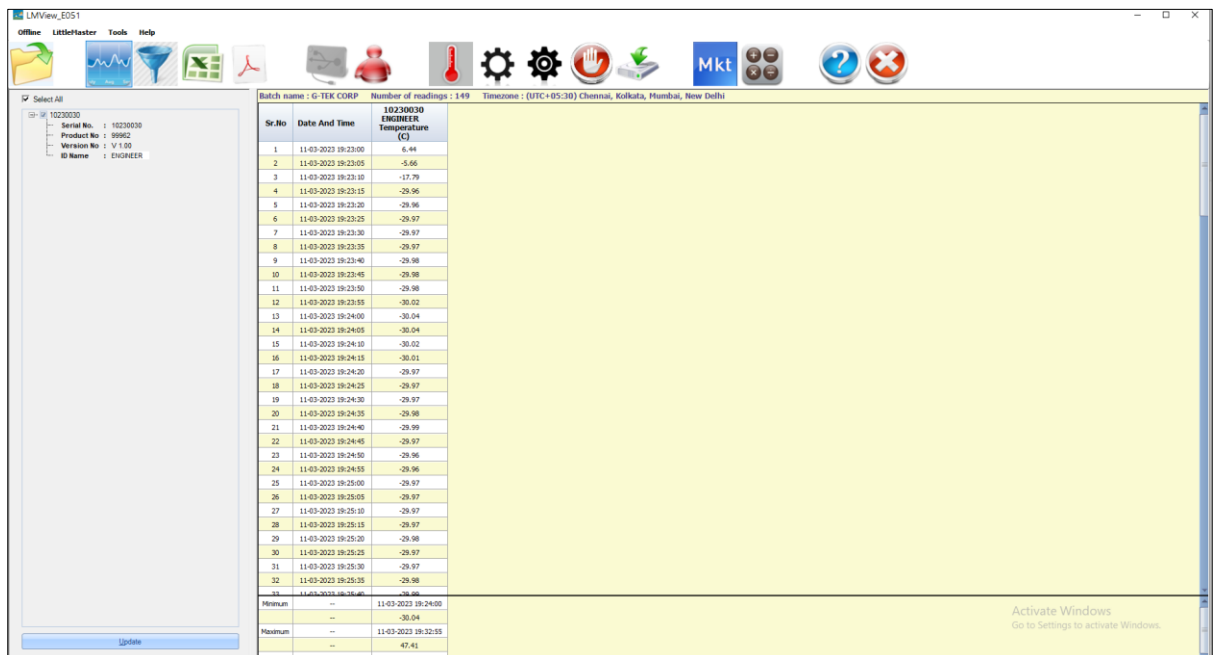

图 13 下载数据摘要
- 数据下载将在几分钟内完成，下载的数据可以以表格形式查看，如图13所示。